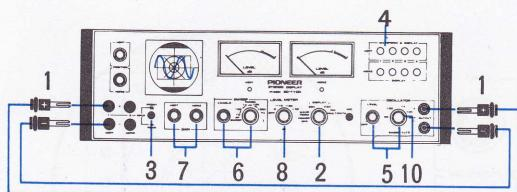

Fig. 3
4.2 AUDIO FREQUENCY OSCILLATOR (Fig. 3)